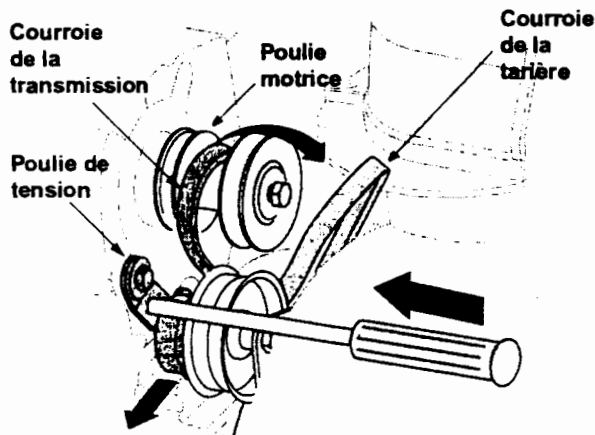

Figure 20
3. *Poussez la poulie de tension loin de la goulotte et enfoncez un tournevis à tête Phillips dans le trou sur le tendeur, comme à la Figure 20. Ceci éliminera la tension sur la courroie de la transmission.
4. Dégagez la courroie de la transmission et éloignez-la de la poulie motrice pour la retirer. Voir la Figure 20.